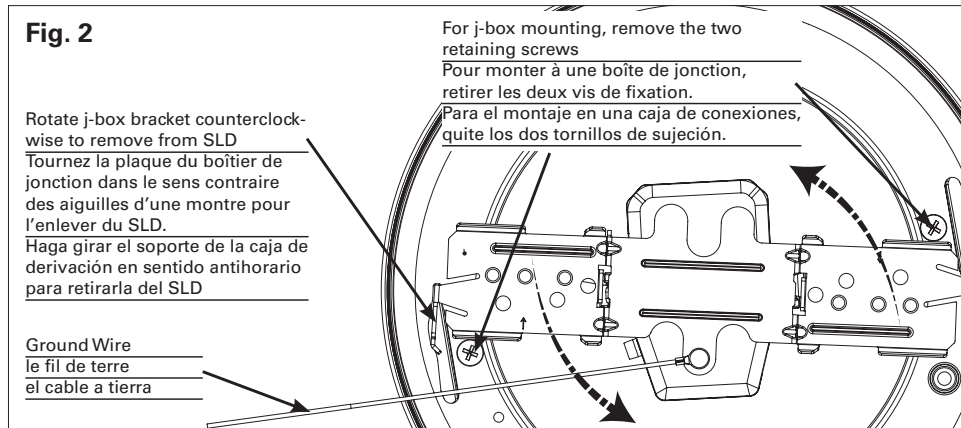

Fig. 3
3. Connect the Supply Wire Adapter to the house supply wire. Using the included wire nuts, connect adapter black wire to hot supply wire and connect adapter white wire to supply neutral wire. Connect the ground wire (attached to the bracket) to the ground wire in the junction box using the included wire nuts (Fig. 3).
3. Raccordez l'adaptateur du fil d'alimentation aux fils d'alimentation domestiques. Avec le serre-fil fourni, raccordez le faisceau électrique noir au fil d'alimentation courant et raccordez le faisceau électrique blanc au fil d'alimentation neutre. Raccordez le fil de mise à la terre (fixé au support) au fil de mise à la terre de la boîte de jonction en utilisant les serre-fils fournis (Fig. 3). Raccordez le fil de mise à la terre (fixé au support) au fil de mise à la terre de la boîte de jonction en utilisant les serre-fils fournis (Fig. 3).
3. Conecte el adaptador del cable de suministro al alojamiento de los cables de suministro. Use las tuercas para cables incluidas, conecte el cable negro del armés al cable de suministro vivo y conecte el cable blanco del armés al cable de suministro neutro. Conecte el cable a tierra (ajustado al soporte) al cable a tierra de la caja de empalme usando las tuercas para cable incluidas (Fig. 3).